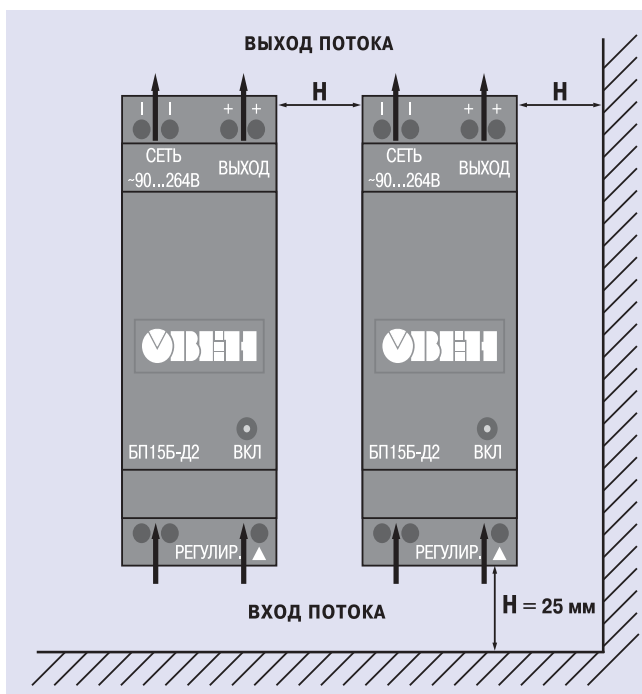

Рис. 1. Схема распределения охлаждающих воздушных потоков
- при установке двух или более источников питания необходимо правильно располагать их друг относительно друга. Между ними должно быть достаточное расстояние для вентиляции (не менее 25 мм) (рис. 1);